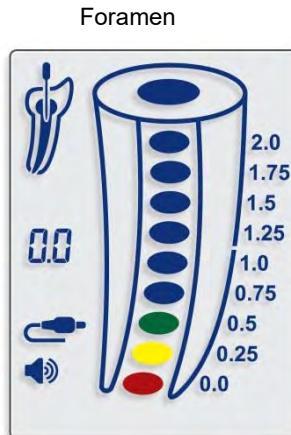

Fig. 10
- 7.4.12. Al alcanzar el foramen apical (0.0), aparece un segmento de color rojo en la imagen del conducto (fig. 10) y se emite una señal de audio constante.